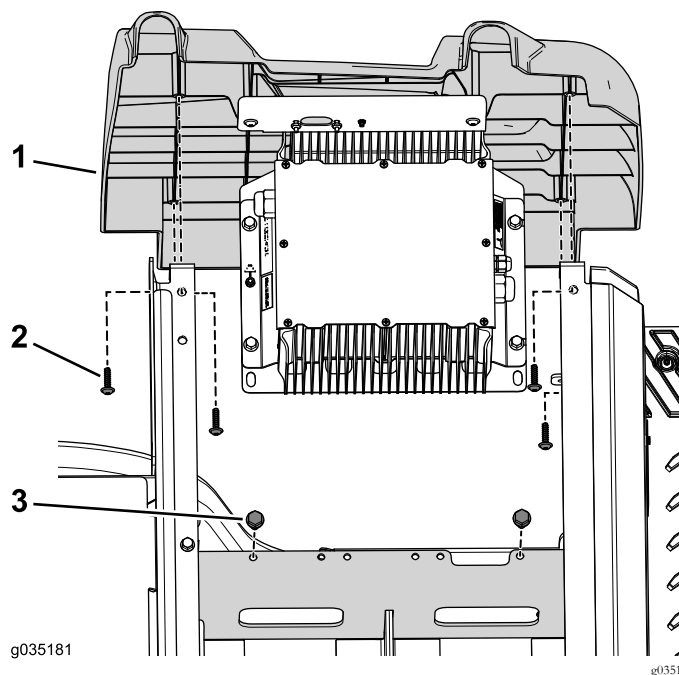

図 88
9. チャージャブラケットをバッテリートレイに固定するボルト3/8 x 3/4 インチ2本を使う 図 88。